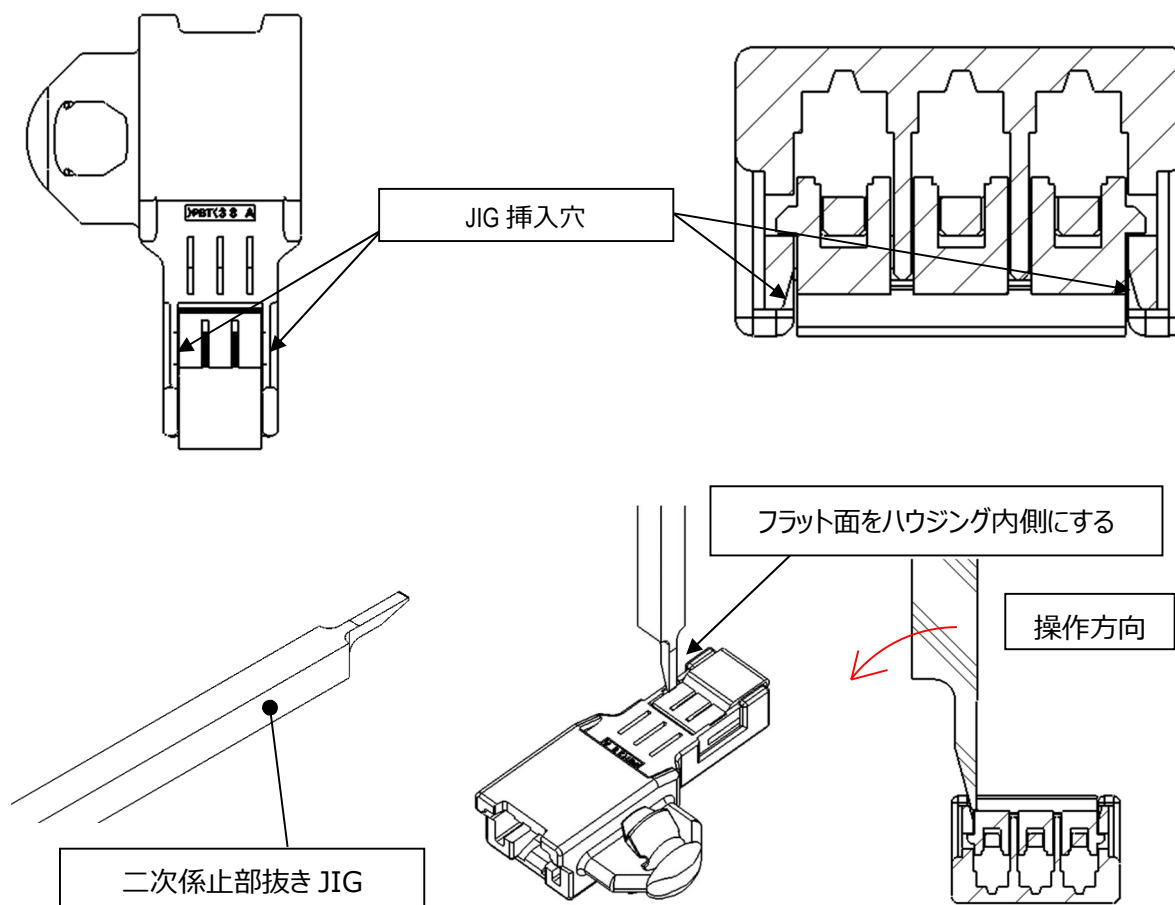

図 30. 二次係止部解除方法
①二次係止部の初期位置が変わっていることがありますが、性能上問題ありません。
- ①ハウジング底面の二次係止部誘いテーパに専用 JIG を差し込み、図 30 に示す方向に JIG を回転させ二次係止部を片側ずつ押し出してください。